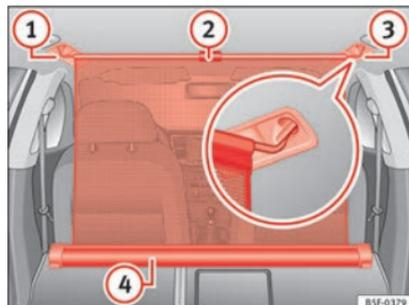

Fig. 171 En el maletero: red de separación enganchada con los respaldos del asiento trasero abatidos.
- Tire hacia arriba de la lengüeta » fig. 171 ② para sacar la red de la carcasa » fig. 171 ④.
- Enganche la red de separación en el lado derecho » fig. 171 ③ (imagen ampliada).
- Enganche la red de separación en el alojamiento del lado izquierdo » fig. 171 ① estando la barra.
La red de separación está correctamente montada cuando los extremos en forma de T están enganchedos firmemente en los alojamientos correspondientes » fig. 171 ③ y ①.
- Enrolle la red en la carcasa » fig. 171 ④ bajándola con la mano.